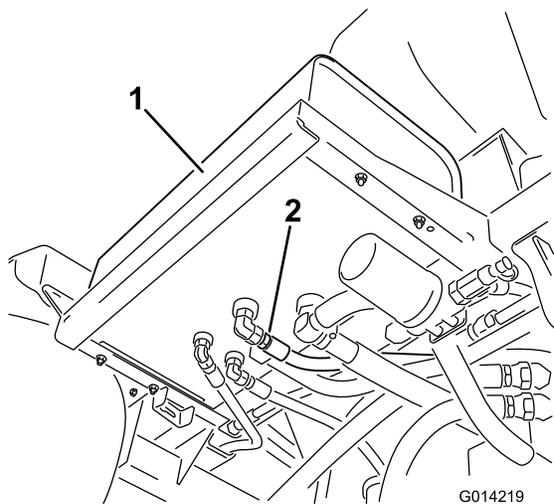

図 100
2. 油圧オイルタンクの底面についている油圧ホースフィッティングの周辺をきれいに拭く 図 100。